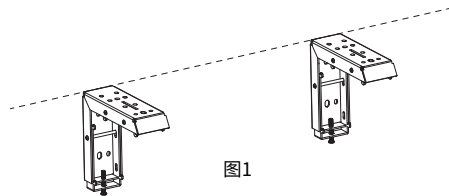

图1
2. 将安装架安装在银幕背面或顶部所对的平面上，并且确保左右两个安装架在同一条水平直线上。（建议：安装时在墙2面或天花板上画一条水平直线）（如图1）